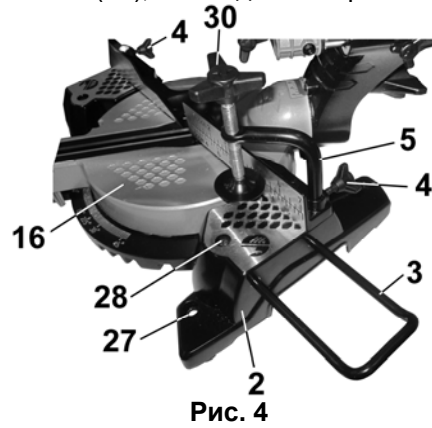

Рис. 4
3. Пильный диск плохо закреплён	3. Затянуть болт (42), Рис.4, после установки пильного диска